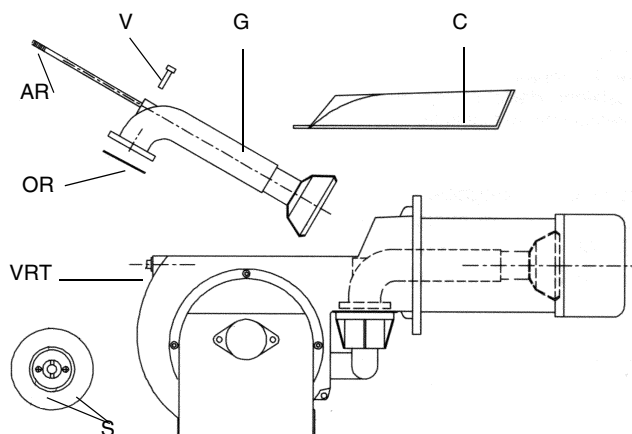

Fig. 38
- Demontați, examinați și curățați capul de ardere (vezi Fig. 38);